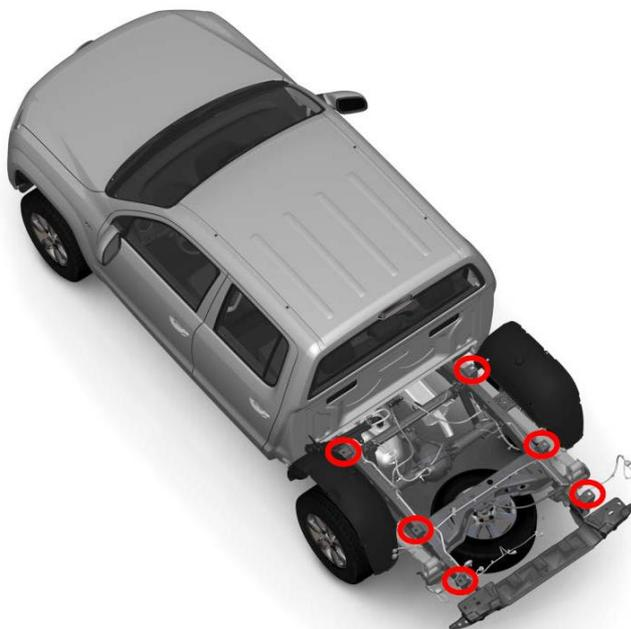
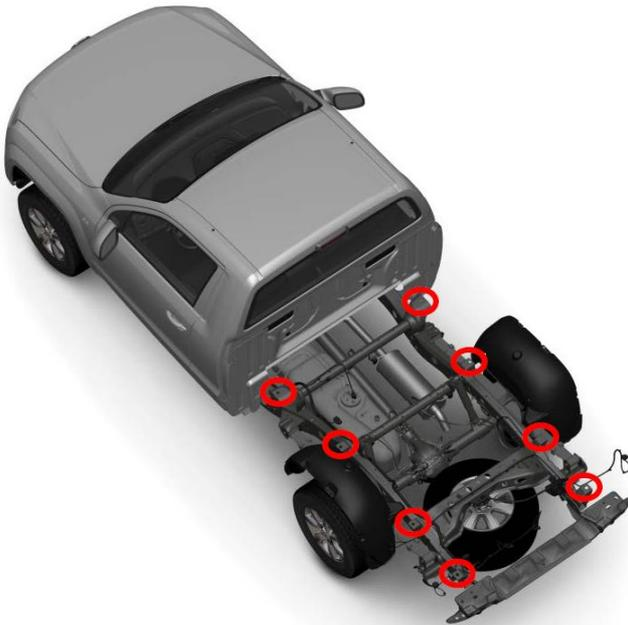

Abb. 4.3.1: Amarok Double Cab -Aufnahmekonsolen Cargobox (siehe rote Markierung!)
Abb. 4.3.2: Amarok Single Cab - Aufnahmekonsolen Cargobox (rote Markierung!)
- Die Befestigung zwischen Aufbau und Fahrzeugrahmen hat immer über alle Konsolen zu erfolgen. (siehe Abb. 4.3.1 und Abb. 4.3.2)
Auf den Längsträgern des Leiterraumens sind Konsolen angeschweißt, die zur Befestigung der Cargobox dienen. Zur Befestigung der Cargobox sind Bohrungen bzw. Langlöcher der Größe 21mm, 23mm bzw. 21x30mm vorhanden (siehe Abb. 4.3.1 / 4.3.2). Für nähere Informationen siehe Kap. 4.2 „Fahrgestellrahmen“.